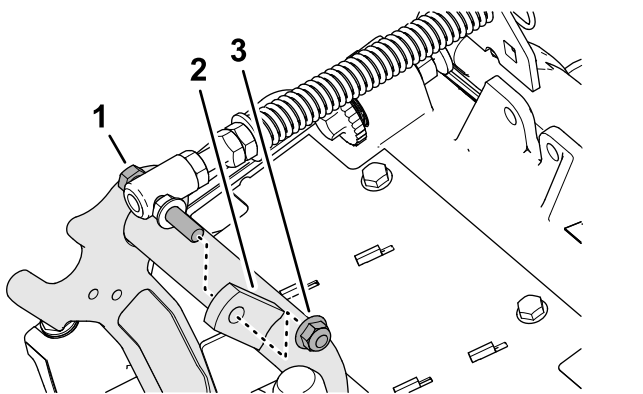

Figure 9
3. Retirez le contre-écrou à embase ($\frac{3}{8}$ po) qui fixe la vis du ressort de compensation sur la patte droite du bâti porteur, et retirez le ressort de compensation de l'unité de coupe (Figure 9).